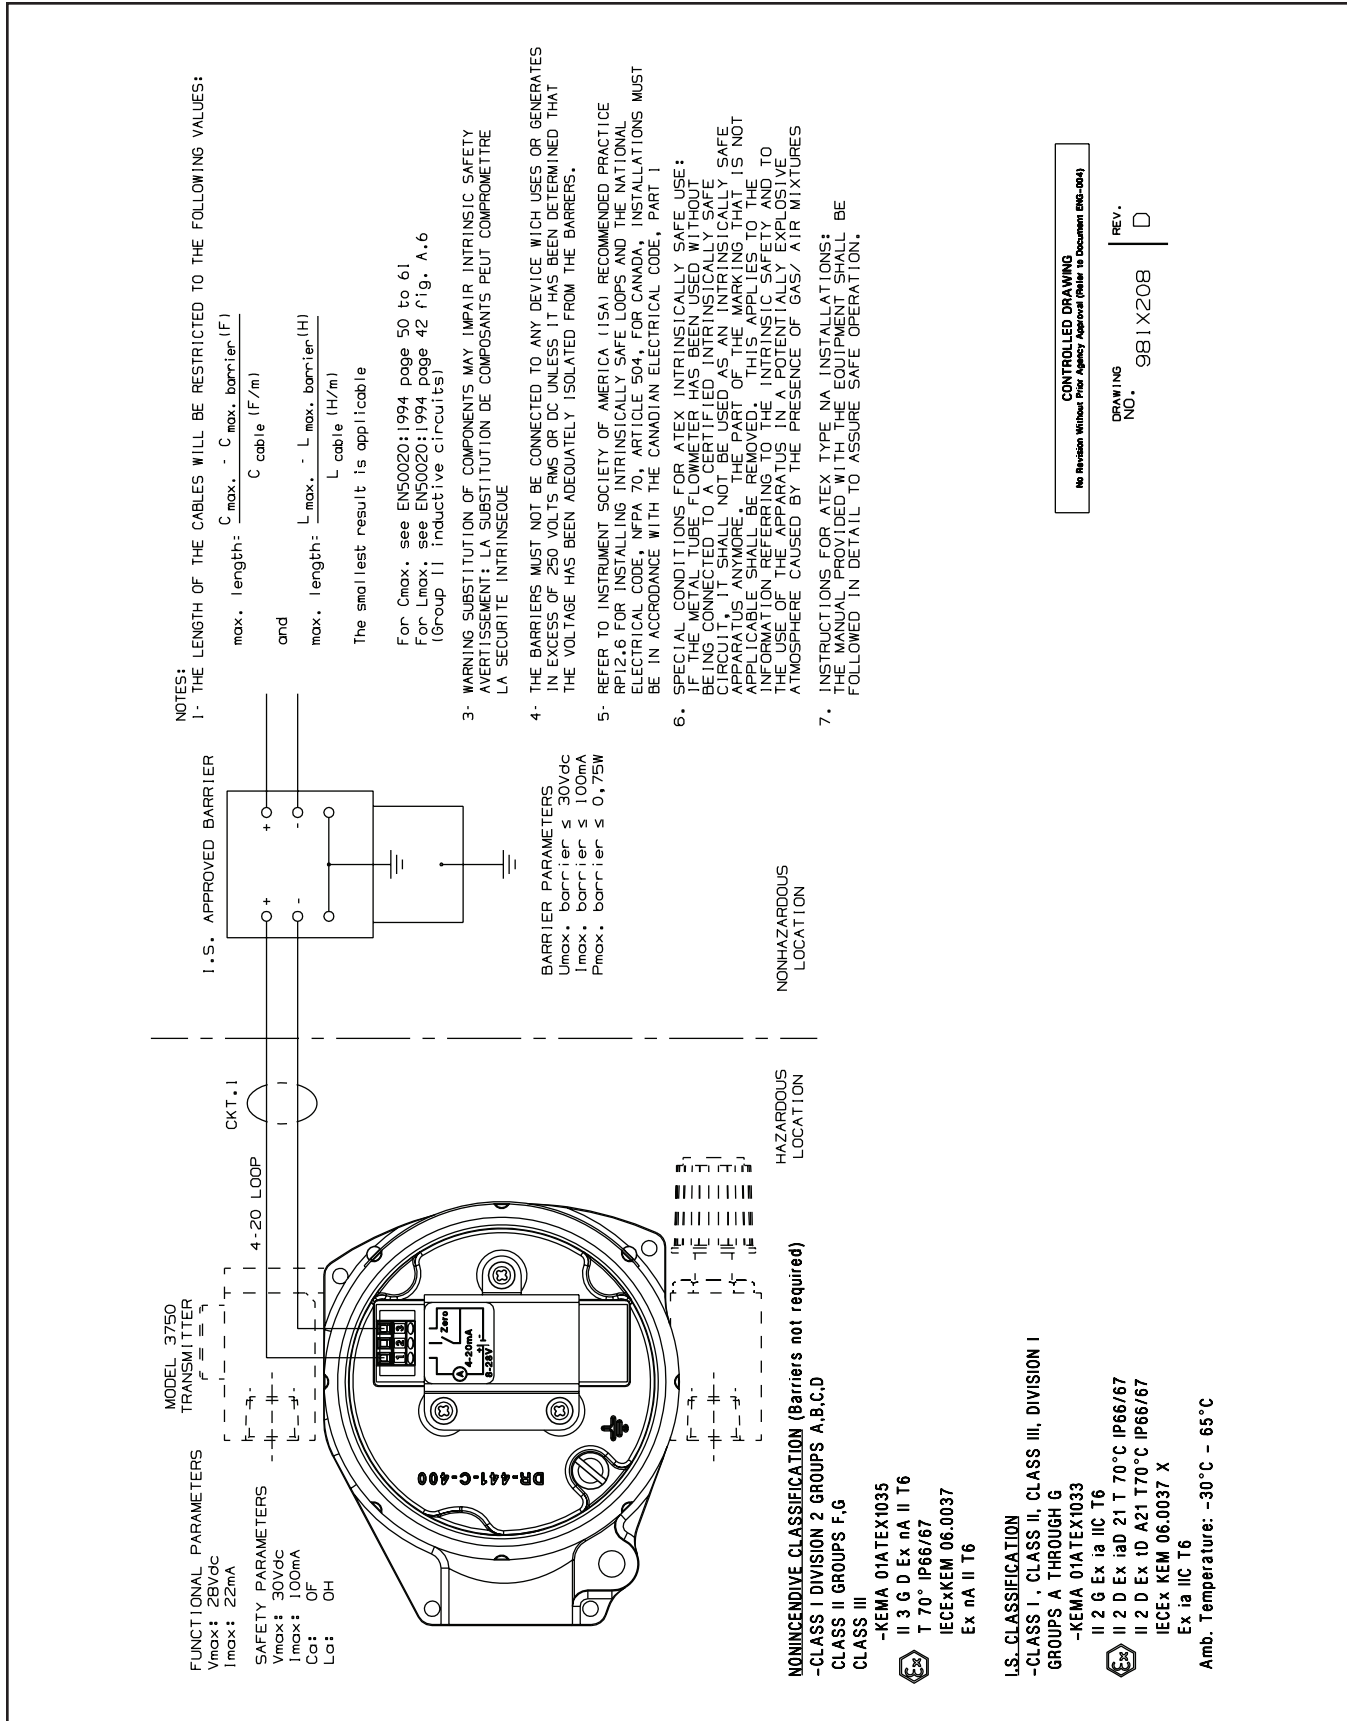

Figure 2-7 Schéma de câblage de l'émetteur pour SI Systèmes
- B. Si la classification de la zone est Division 2 et Zone 2, une barrière est superflue et les paramètres de câble ne s'appliquent pas. Le code électrique exige l'utilisation d'une gaine de protection de fil. Se reporter à la figure 2-7.